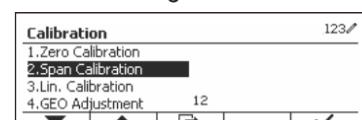

Figure 9
2. Appuyez sur le bouton multifonction correspondant à l'icône **✓** pour accéder au sous-menu d'étalonnage. (Voir Figure 9)